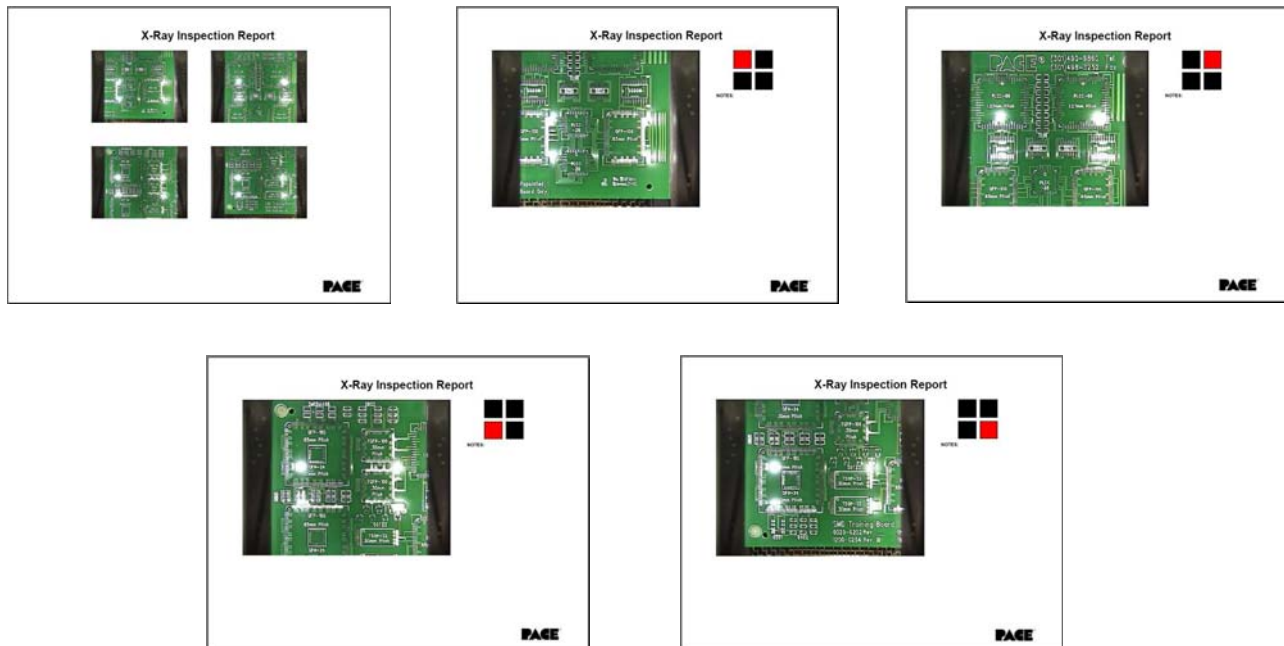

Figure 8e : Mode création de rapport
- xv. Créer un rapport. Les images capturées sont incorporées dans un document PDF Adobe de cinq pages. La page 1 montre quatre captures d'image. Les autres pages montrent les images individuelles indiquées par une case rouge apparaissant en haut à droite de la page. (Reportez-vous à la figure 8e)